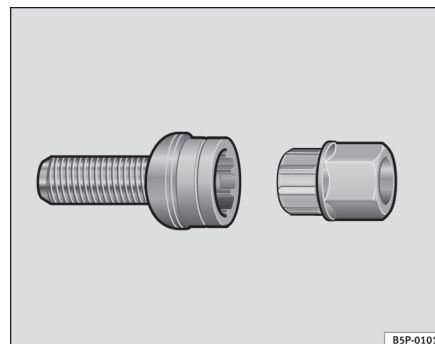

Fig. 145 Tornillo anti-robbo de la rueda
- Coloque el adaptador hasta el tope en el tornillo antirrobo de la rueda ⇒ **página 224, fig. 145.**